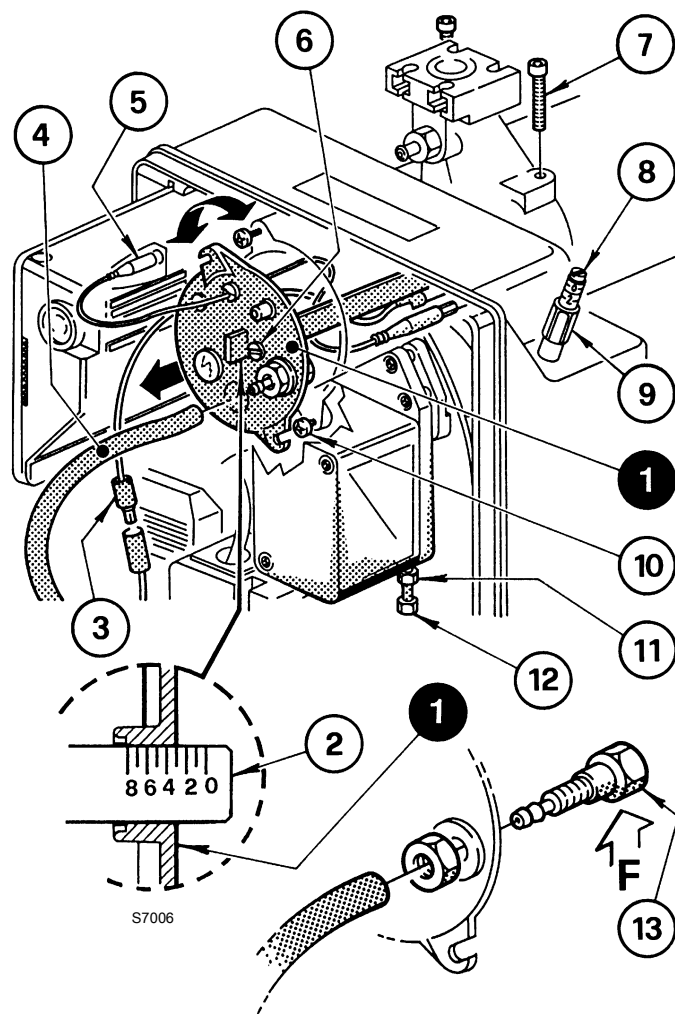

图 12
通过顺时针或反时针转动调节螺丝 6) (图 12) 进行调整，直到调节杆 2) 上的刻痕与与燃烧头总成 1) 的外表面对齐。
在 图 12 中，燃烧头调节杆设定在刻痕 3。
- 断开连接 3) 和 5) (图 12) ；
- 退下小管 4) 并拧松螺丝 10) (图 12) ；
- 拧松并取下螺钉 7)，略向右转动拆下燃烧头座总成 1) (图 12)。
拆卸时注意不要改变在弯头 - 支架 (2) (图 12) 上的设定位置。
按照上述相反顺序重新安装，重新定位燃烧头总成 1) (图 12) 至原始位置。
将螺钉 7) (图 12) 拧到底，无需锁止。以 3 - 4 Nm 锁紧扭矩将其锁紧。
如果压力试验点 13) (图 12) 意外松开，那么建议您正确进行锁紧，确保燃烧头组 1) (图 12) 内的孔 (F) 的方向朝下。